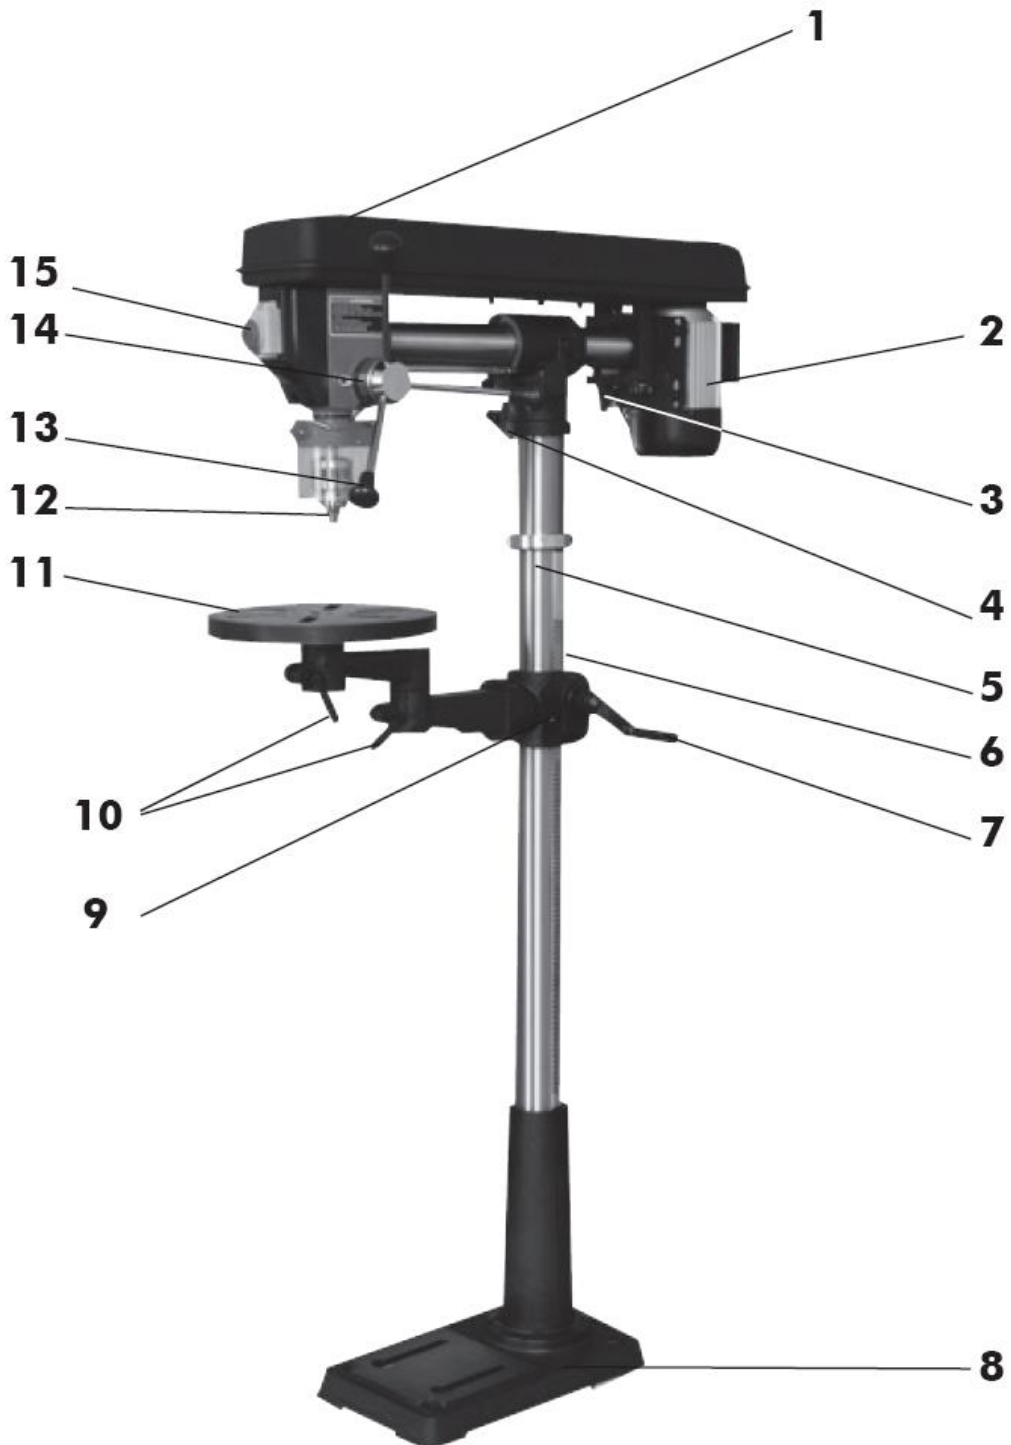

Abb. 1.1/ Fig. 1.1
1.1 Description de SB 3116RHN Fig. 1.1